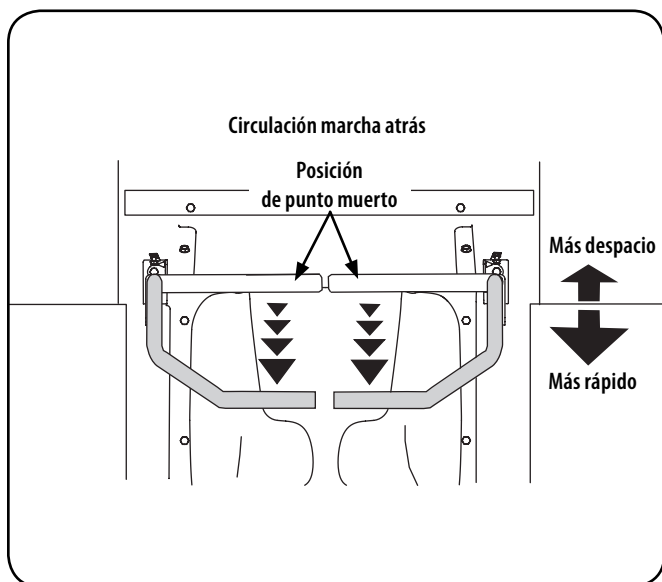

Figura 14
1. Mueva las dos palancas de control lenta y suavemente hacia atrás. El tractor comenzará a moverse hacia atrás. Vea la Figura 14.